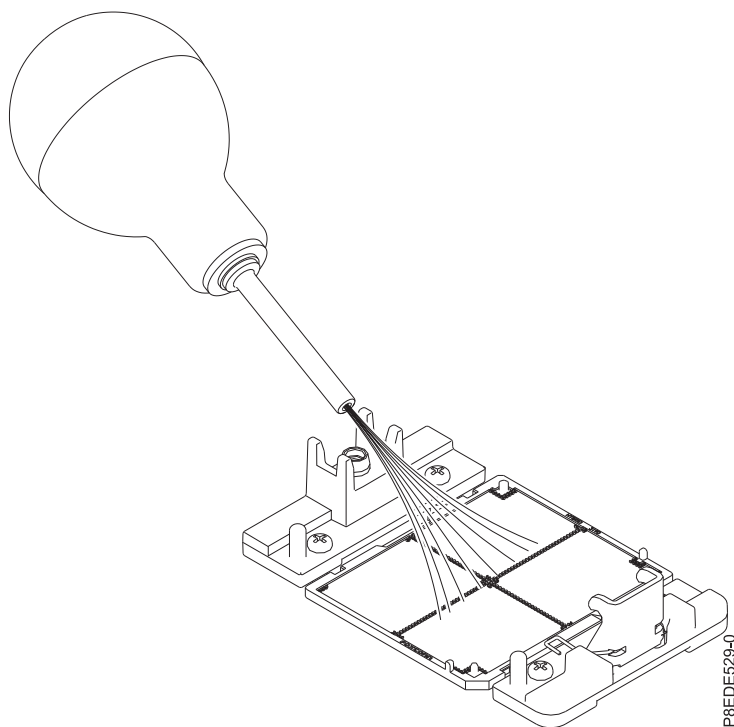

Figura 12. Removendo poeira e fragmentos do soquete do processador do sistema
- a. Se houver poeira ou fragmentos no soquete do processador do sistema, use a bomba de ar fornecida (número de peça 45D2645) para limpar o soquete. Solte pequenas rajadas de ar do centro para os lados do soquete, conforme mostrado em Figura 12 na página 14.